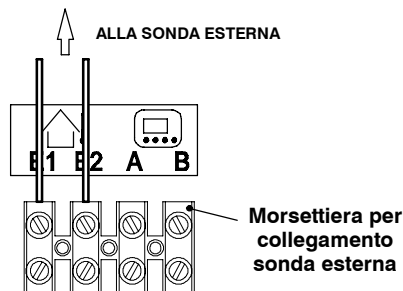

fig. 5.21
- Collegare ai morsetti E1 e E2 della morsettiera i due conduttori elettrici come indicato in fig. 5.21